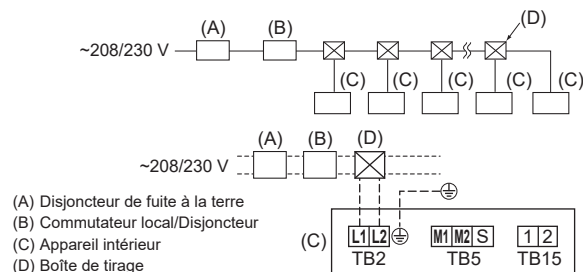

Fig. 6-5
6.2. Câblage d'alimentation (Fig. 6-5)